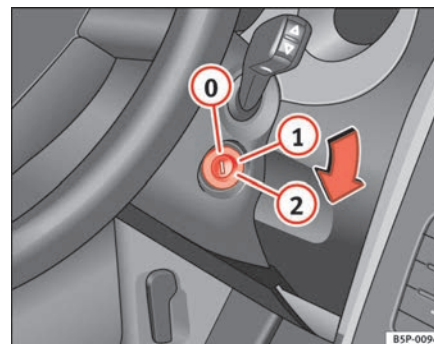

Fig. 138 Posiciones de la llave de contacto
En esta posición ⇒ **fig. 138** el encendido y el motor están desconectados pudiéndose bloquear la dirección.
- Gire la llave de contacto hasta la posición ⇒ **página 175, fig. 138** ①. El testigo  se encenderá en caso de precalentamiento del motor.
- En cuanto se apague el testigo, gire la llave de encendido a la posición ② para poner en marcha el motor y no pise el acelerador.
- Gire la llave de contacto a la posición ⇒ página 175, fig. 138 .